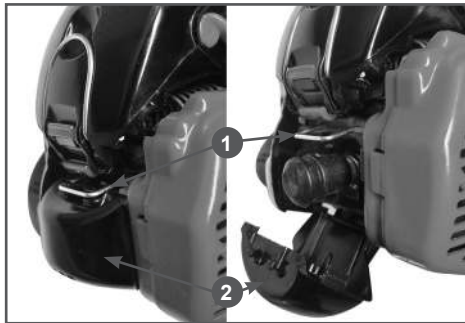

Рис. 24 Доступ к свече зажигания
- Закройте крышку 2 и верните скобу 1 в исходное положение (Рис.24).